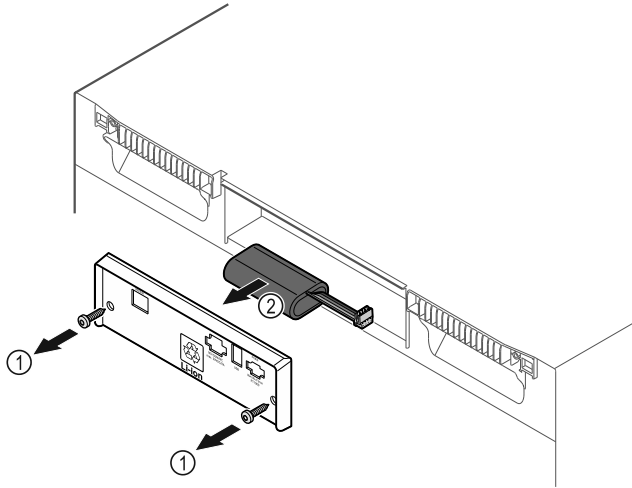

Fig. 229
- Викрутити гвинти і зняти кожух на задньому боці пристрою Fig. 229 (1).
- Батарею від'єднати та вийняти Fig. 229 (2).